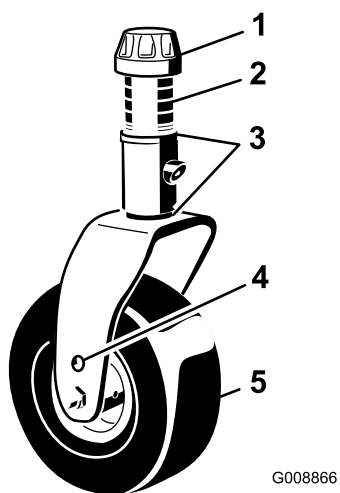

図 19
3. 両方のキャストホイールのアクスルをキャストフォークの上穴または下穴にセット全部のキャストフォークで同じ穴に統一する **図 19**。
4. スピンドルシャフトからテンショニングキャップを外し **図 19** キャスタアームからスピンドルを抜き出す。